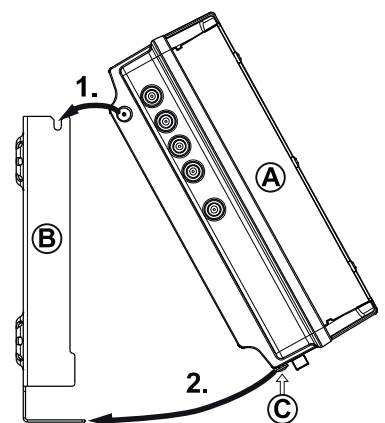

Fig. 3: Enganchar cabeza terminal
1. Monte el soporte de pared en posición horizontal sobre la superficie de montaje, véase ⓑ en Fig. 3. Al hacerlo tenga en cuenta:
2. Enganche la cabeza terminal ⓐ al soporte de pared ⓑ; véase Fig. 3.